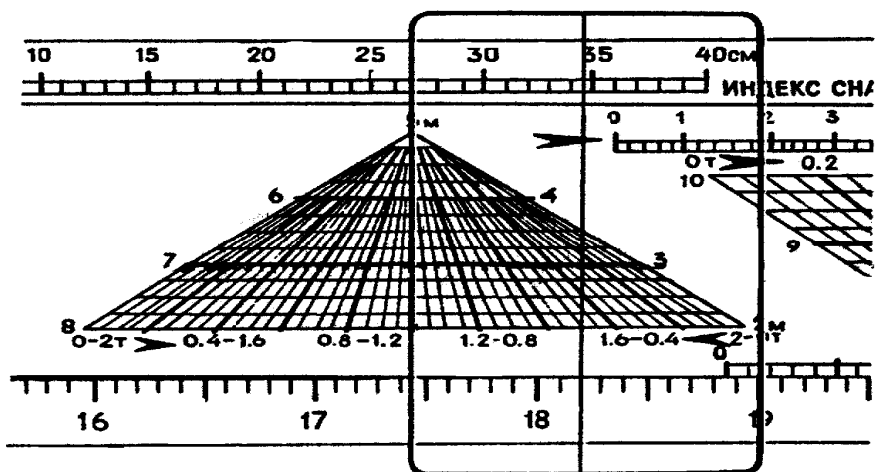
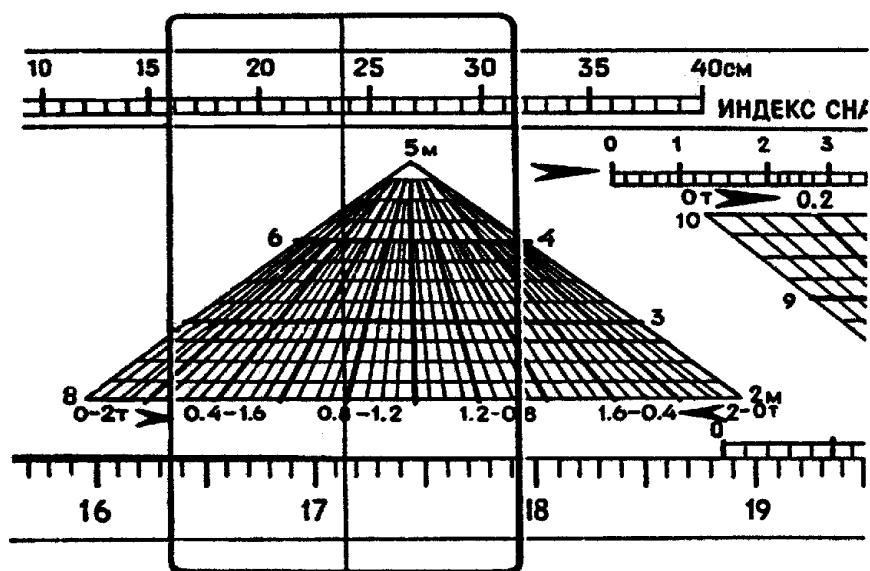

Рис. 2.13. Линейка. Положение "4" движка
Рис. 2.14. Линейка. Положение "5" движка
5. Перемещением движка вправо начало дистанции 3,5 м подводится под визирную линию бегунка (рис. 2.13). Бегунок смещается влево до совпадения с точкой пересечения горизонтали 3,5 м с наклонной линией 1400 кгс (рис. 2.14).